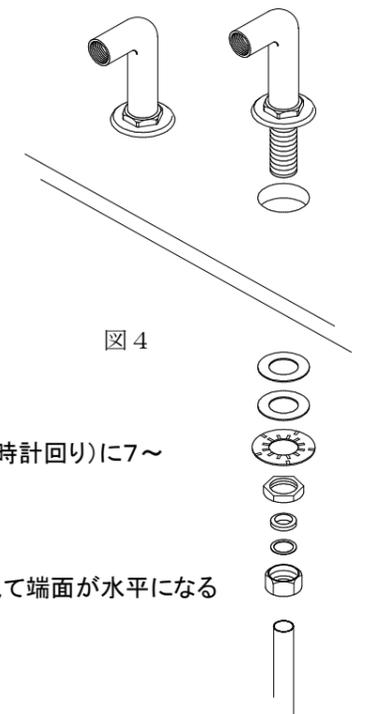

図4
1. 水栓取り付け脚(YK-03、YK-04のみ付属)を取り付けます。取り付け台に水栓取付台を差し込み、台下部よりしっかりと固定してください。(図4参照)